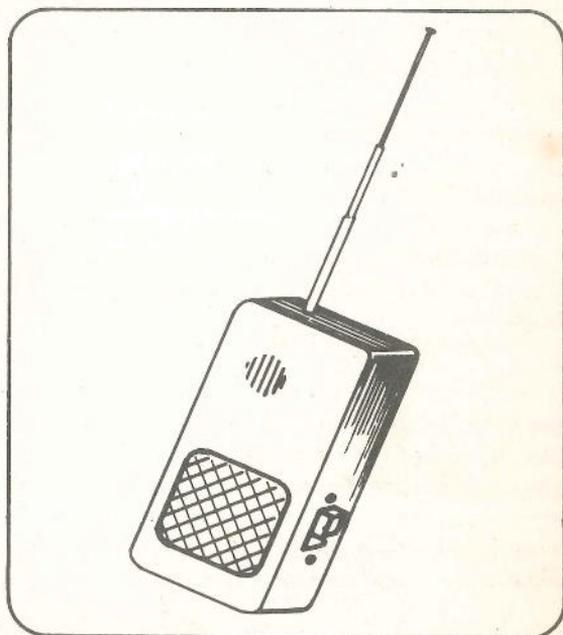

figura 2
- No caso do transmissor ser usado como microfone volante, em demonstrações ou simplesmente para comunicação à distância, sua instalação poderá ser feita numa caixinha plástica de dimensões apropriadas (figura 2).